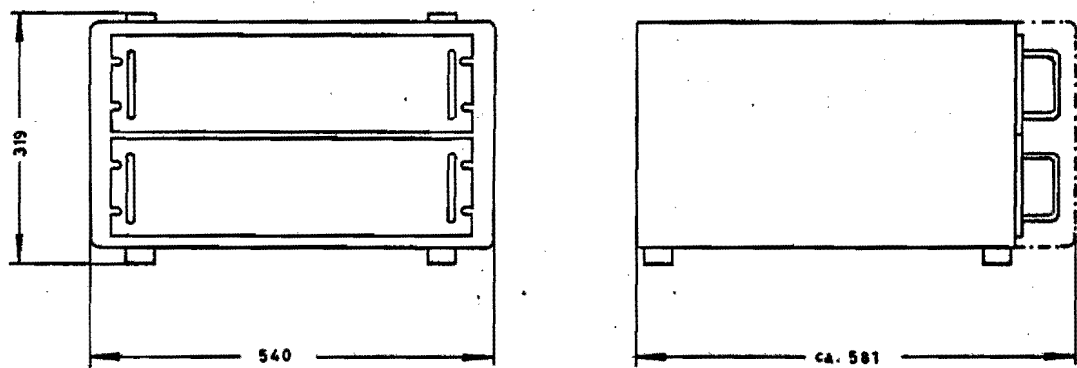

Abb. 3 Abmessungen in mm des gemeinsamen Gerätekastens
- 1.9.2. Abmessungen siehe Abb. 3